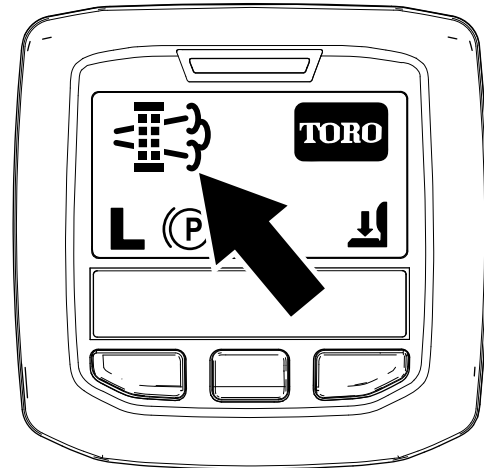

Figura 80
- Cuando el ordenador del motor solicita una regeneración con la máquina aparcada o una regeneración de recuperación, aparece el icono de solicitud de regeneración (Figura 80) en el InfoCenter.